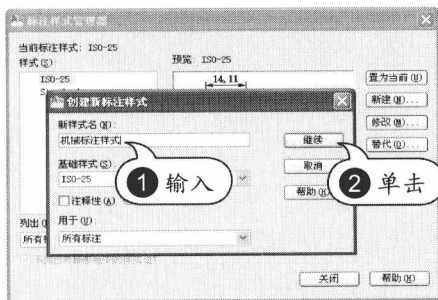

图 1-22 命名标注样式名称
STEP 02 命名标注样式名称。输入新样式的名称然后单击“继续”按钮，如图 1-22 所示。